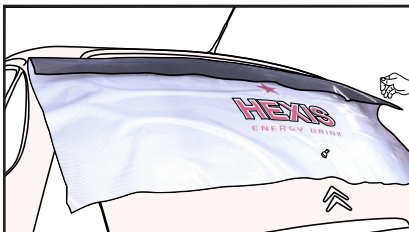

Figure 12
- › Rabattre le haut du film afin que la face adhésive ne soit pas en contact avec un élément de carrosserie de type becquet. (FIG. 12)